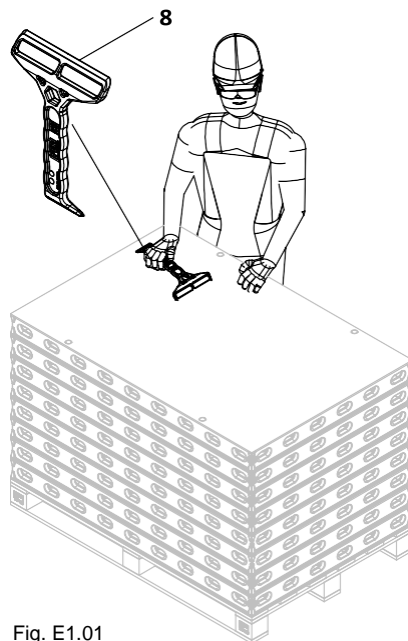
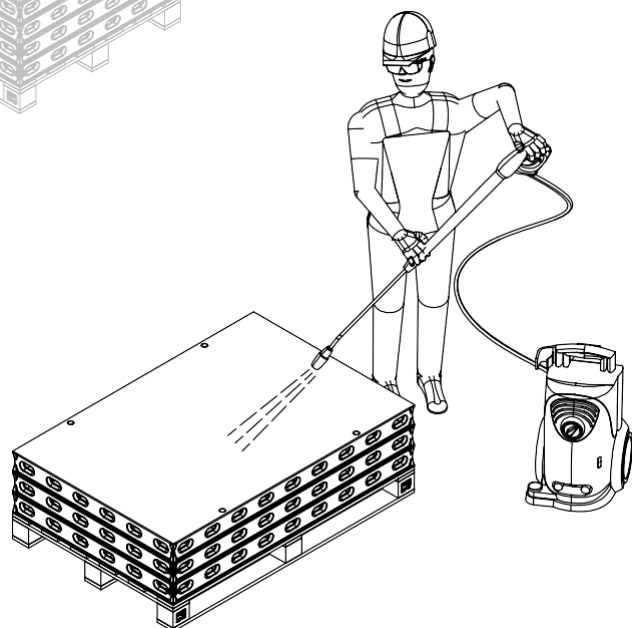

Fig. E1.01
Fig. E1.03
- Веднага след декофриране почиствайте елементите с почистващата лопатка DUO (8) (Fig. E1.01 + E1.02), кърпа или водоструйка (Fig. E1.03) с налягане на водата между 100 и 200 bar.